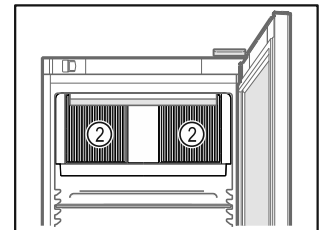

Fig. 53
- Mantenere libere le fessure di ventilazione Fig. 53 (2) della ventola di ricircolo nel vano interno.